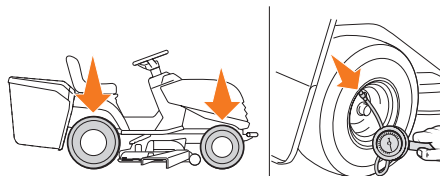

Рис. 13
- Правильное давление в шинах является важным условием для обеспечения полного выравнивания режущего узла и, таким образом, для равномерной стрижки газона (Рис. 13).